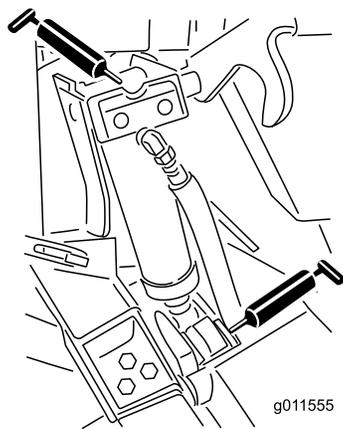

Рисунок 75
- Втулки гидроцилиндров подъема (4 шт.) (Рисунок 75)